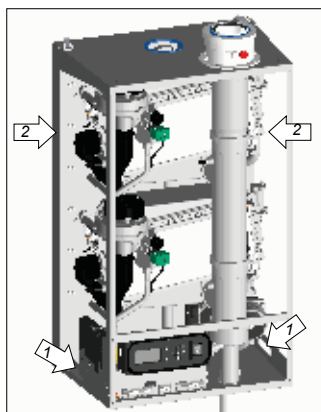

Figure 5.2.g
- ⚠ **Soulevez uniquement la chaudière par les poignées spéciales sur le panneau inférieur (1) et soutenez la chaudière par son panneau arrière (2). Voir figure 5.2.g.**